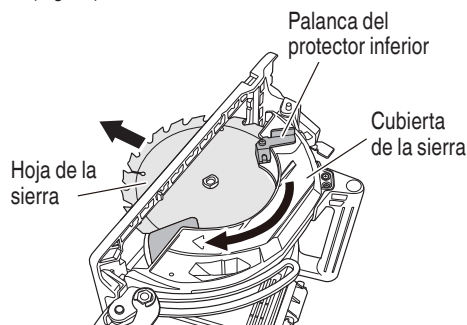

Fig. 16
(2) Presione la palanca de bloqueo, bloquee el husillo y quite el perno de brida hexagonal y la arandela (B) con la llave.
(3) Mientras mantiene sujeta la palanca del protector inferior para mantenerlo totalmente replegado en el interior de la cubierta de la sierra, retire la hoja (Fig. 16).